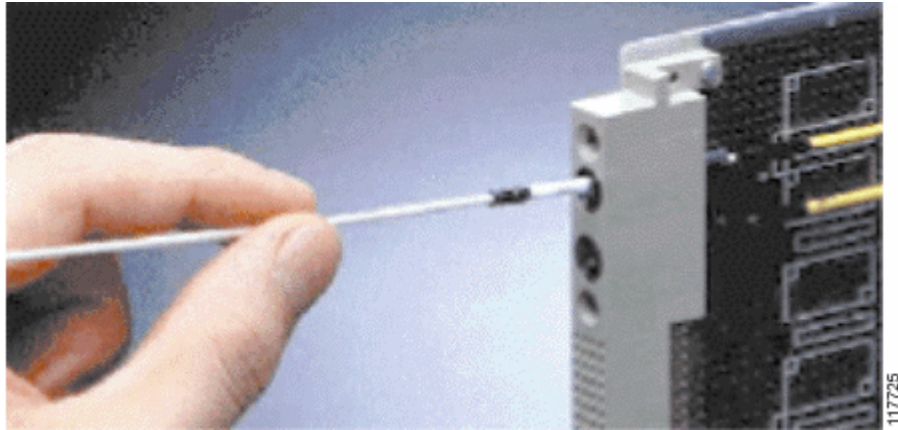

рисунок 13
6. Вставьте чистую безворсовую палочку в гнездо разъёма. См. рисунок 13.